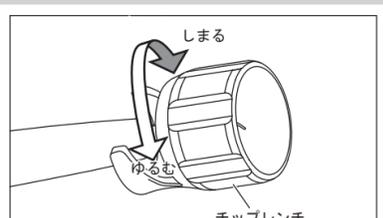

図5
- チップの上からチップ交換レンチの穴を通して、チップの四角の部分に合わせて差し込みます。次にチップ交換レンチを締め付け、「カチッ、カチッ」と空回りするまで締め付けます。(図5)
取り外すときは、ゆるむ方向へ回します。(図5)